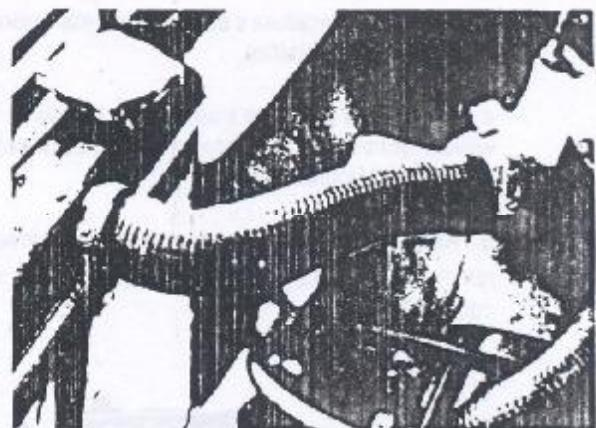

Figura 1.21.3 - Mangueira superior do radiador
4. Remover a mangueira superior do radiador (figura 1.21.3)
2. Posicionar a mangueira superior do radiador e fixá-la com as respectivas braçadeiras (Figura 1.21.3).